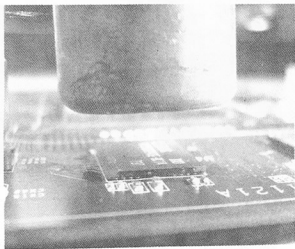

图 4-26 观察锡珠变化
(8) 从侧面观察锡珠熔化程度，锡珠变得很光亮即可，如图 4-26 所示。